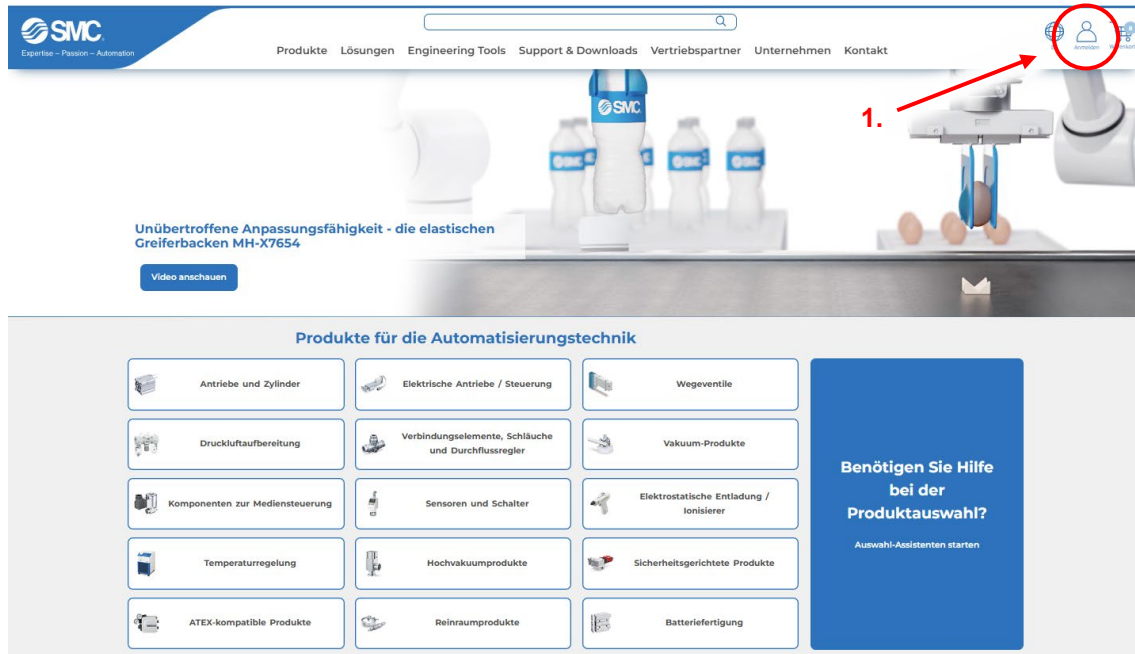

Abbildung 1
1. Auf der Website von SMC Deutschland anmelden (Abbildung 1).